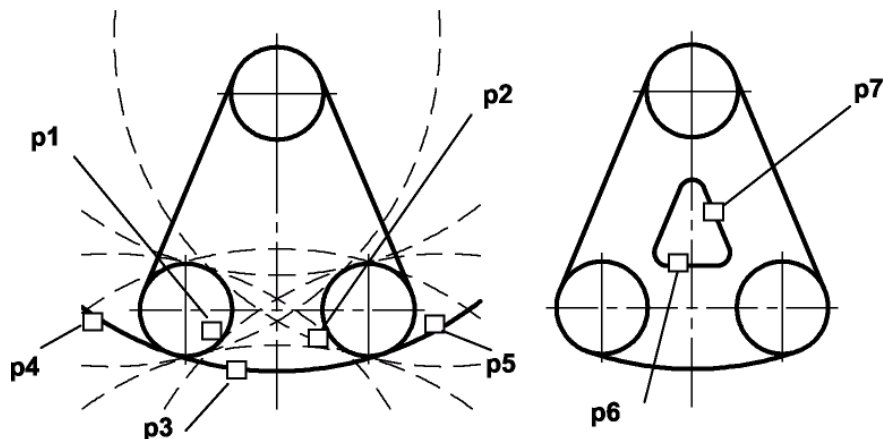

Рис. 2.2. - Построение окружности касательной к двум окружностям и двум прямым
- 3) указать курсором на графической зоне прямые, между которыми строится сопряжение (на рис. 2.2 б это точки **р6** и **р7**);